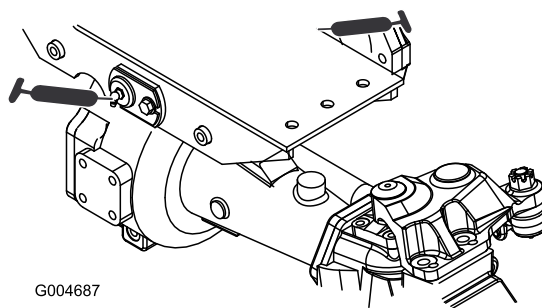

Figura 60
- Casquillos de los pivotes de los ejes delantero y trasero (2) (Figura 60).